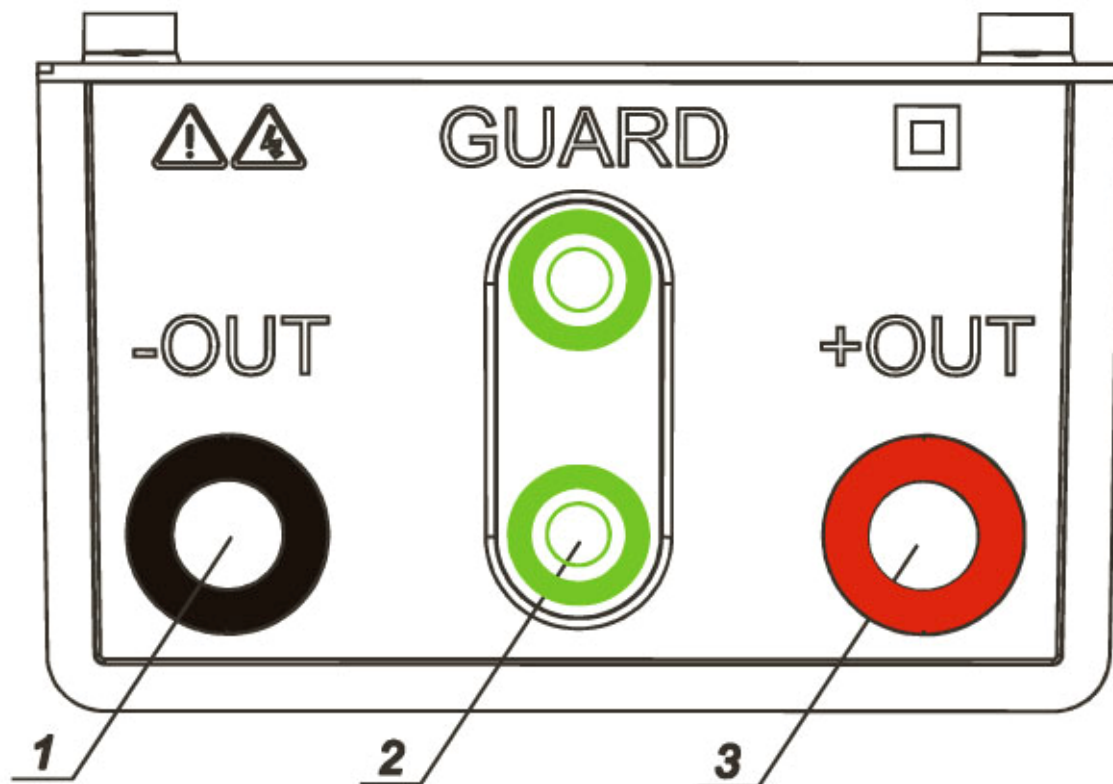

Рис. 2. Разъемы для измерительных проводов
- Разъемы для подключения измерительных проводов к четырем гнездам типа «банан» (**Рис. 2**),